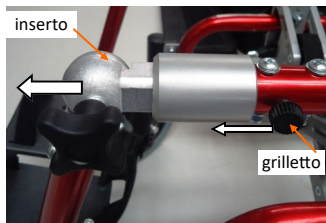

fig. 23.2: Disinserimento tubo poggia-gamba
• **Disinserimento** (fig. 23.2)